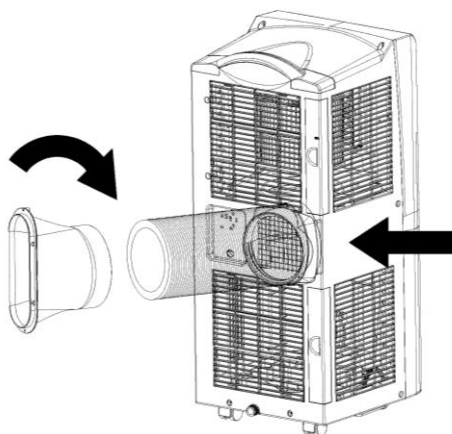

Figura 1
2) insira o conjunto do tubo de exaustão (a extremidade da junta de exaustão) na ranhura de ventilação do painel traseiro (empurre para a esquerda) e conclua a montagem(conforme indicado na figura 1).